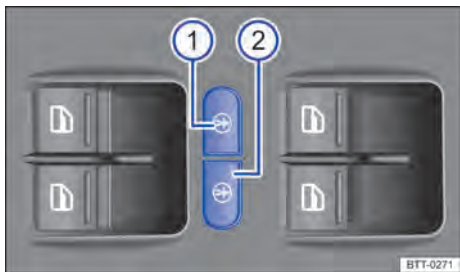

Fig. 48 No revestimento da porta do condutor: botões para a trava de segurança para crianças elétrica.
O botão esquerdo ⇒ Fig. 48 ① e o botão direito ② ativam a trava de segurança para criança no banco traseiro, à esquerda e à direita.
Ligar:	Pressionar o botão esquerdo ou o botão direito ⇒ Fig. 48.